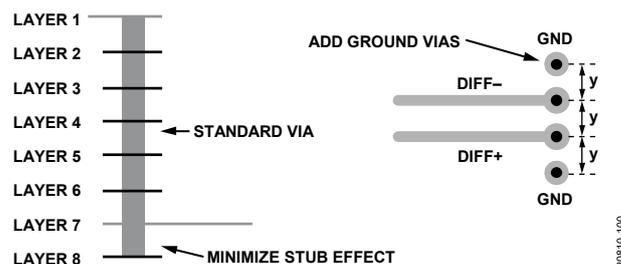

図 80. スタブ効果を最小限に抑え、差動ストリップライン・パターンにグラウンド・ビアを追加
- 標準ビアを使う場合は、ビアの最大長を使ってスタブ・サイズを小さくします。例えば、8 層ボードの場合は 7 層目をストリップライン・ペア用に使います（図 80 参照）。
- 各ビア・ペアには、インピーダンスの不連続性を最小限に抑えるために、その隣にグラウンド・ビアのペアを配置します（図 80 参照）。